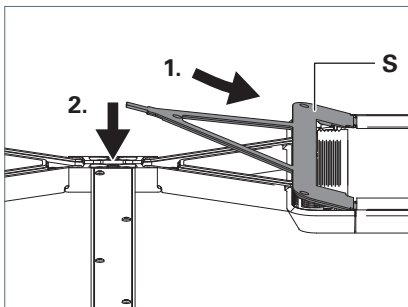

Fig. 25: Abdeckung montieren.
- Setzen Sie die Abdeckung **S** mit den drei Laschen an der Unterseite der Abdeckung in die Aussparungen am Leuchtenkopf und drücken Sie die Abdeckung fest, siehe Fig. 25.